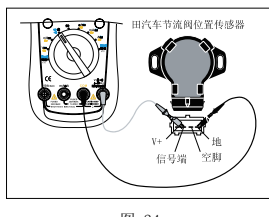

图 24
- 3) 位置(POSITION)传感器(见图24)位置传感器是一种电位计或可变电阻用于计算机监测机械装置的位置和方向。典型的位置传感器有:节气门、排气再循环EGR、叶片空气流动传感器等。
- 现以4气缸:4CYL为例。仪表黑表笔探针接汽车地端(即搭铁),红表笔探针按图24连接。